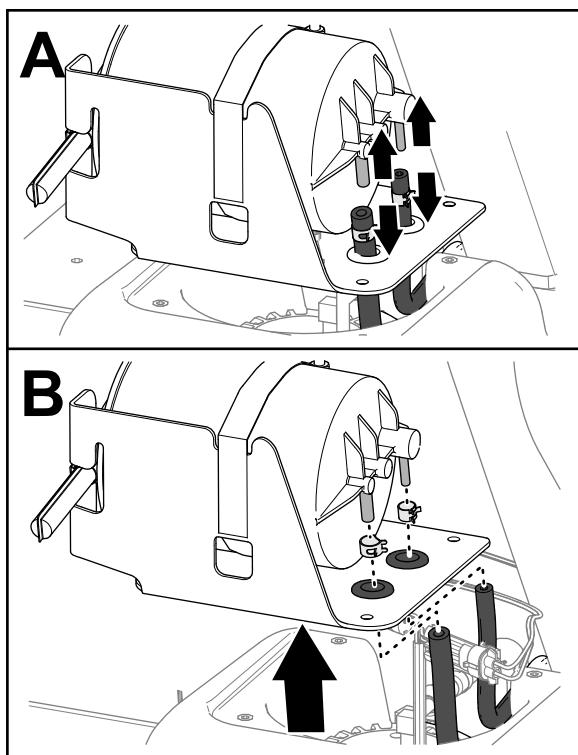

图 73
4. 从接头上分开软管图 73。
5. 从接头上拆下软管夹图 73。
6. 从油箱上拆下碳罐图 73。